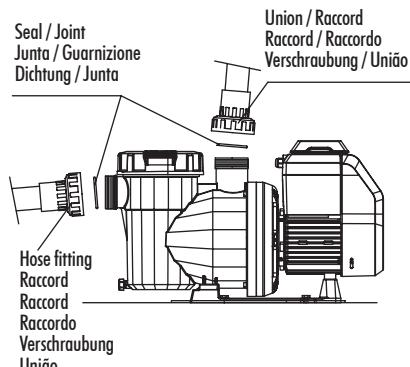

FIG. 3
- Para o correto funcionamento da bomba é necessário efetuar o enchimento do pré-filtro da bomba até que a água chegue à conduta de aspiração (Fig. 3).